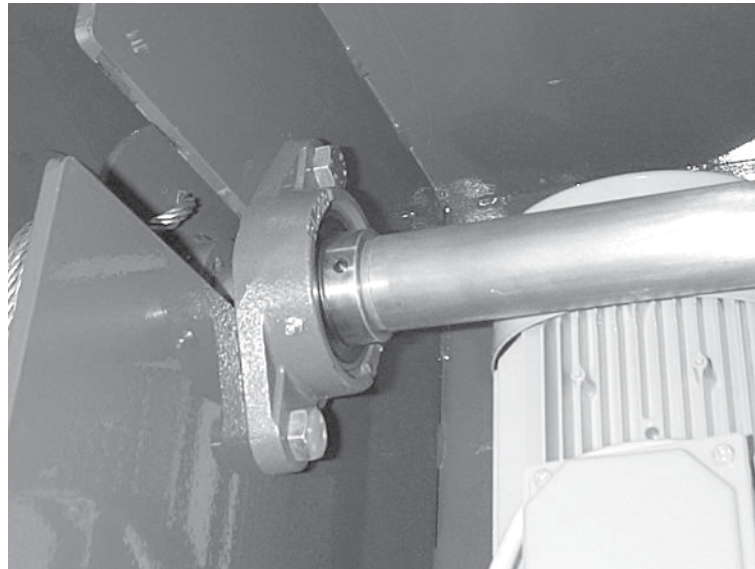

Fig. 39
- Lubricate the two bearings (fig. 39) using the grease pump containing grease for bearings.
- Die beiden Flanschläger (Abb. 39) mit einer Schmierpresse abschmieren, die Lagerfett in Standardqualität enthält.
- Lubrifier les deux paliers (fig. 39), en utilisant une pompe de graissage à pression. Refermer le couvercle de la motorisation.
- Lubrificate i due supporti (fig.39), utilizzando una pompa per ingrassaggio a pressione contenente grasso per supporti. Richiudete il coperchio della motorizzazione.